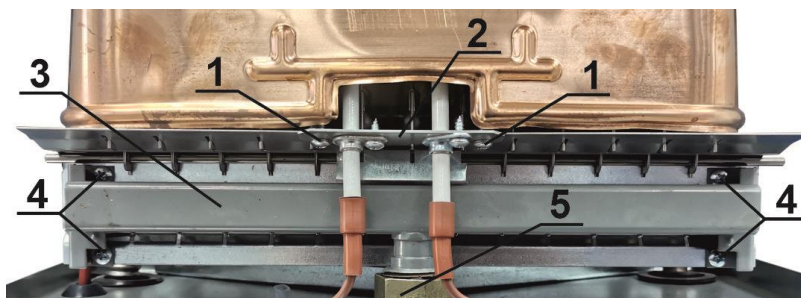

Рис. 14. Демонтаж коллектора
- 1) отвернуть два самореза 1 (см. Рис. 14) крепления пластины 2 со свечами и снять пластину;